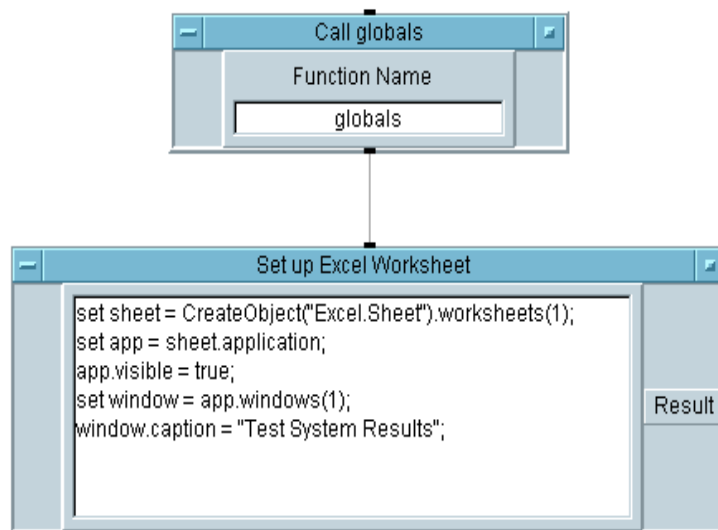

図 6-6. MS Excel ワークシートのセットアップ
8. Set up Excel Worksheet 内で、図 6-6 のように入力します。ANSI C と同じように、行の区切り文字にはセミコロンを使用します。